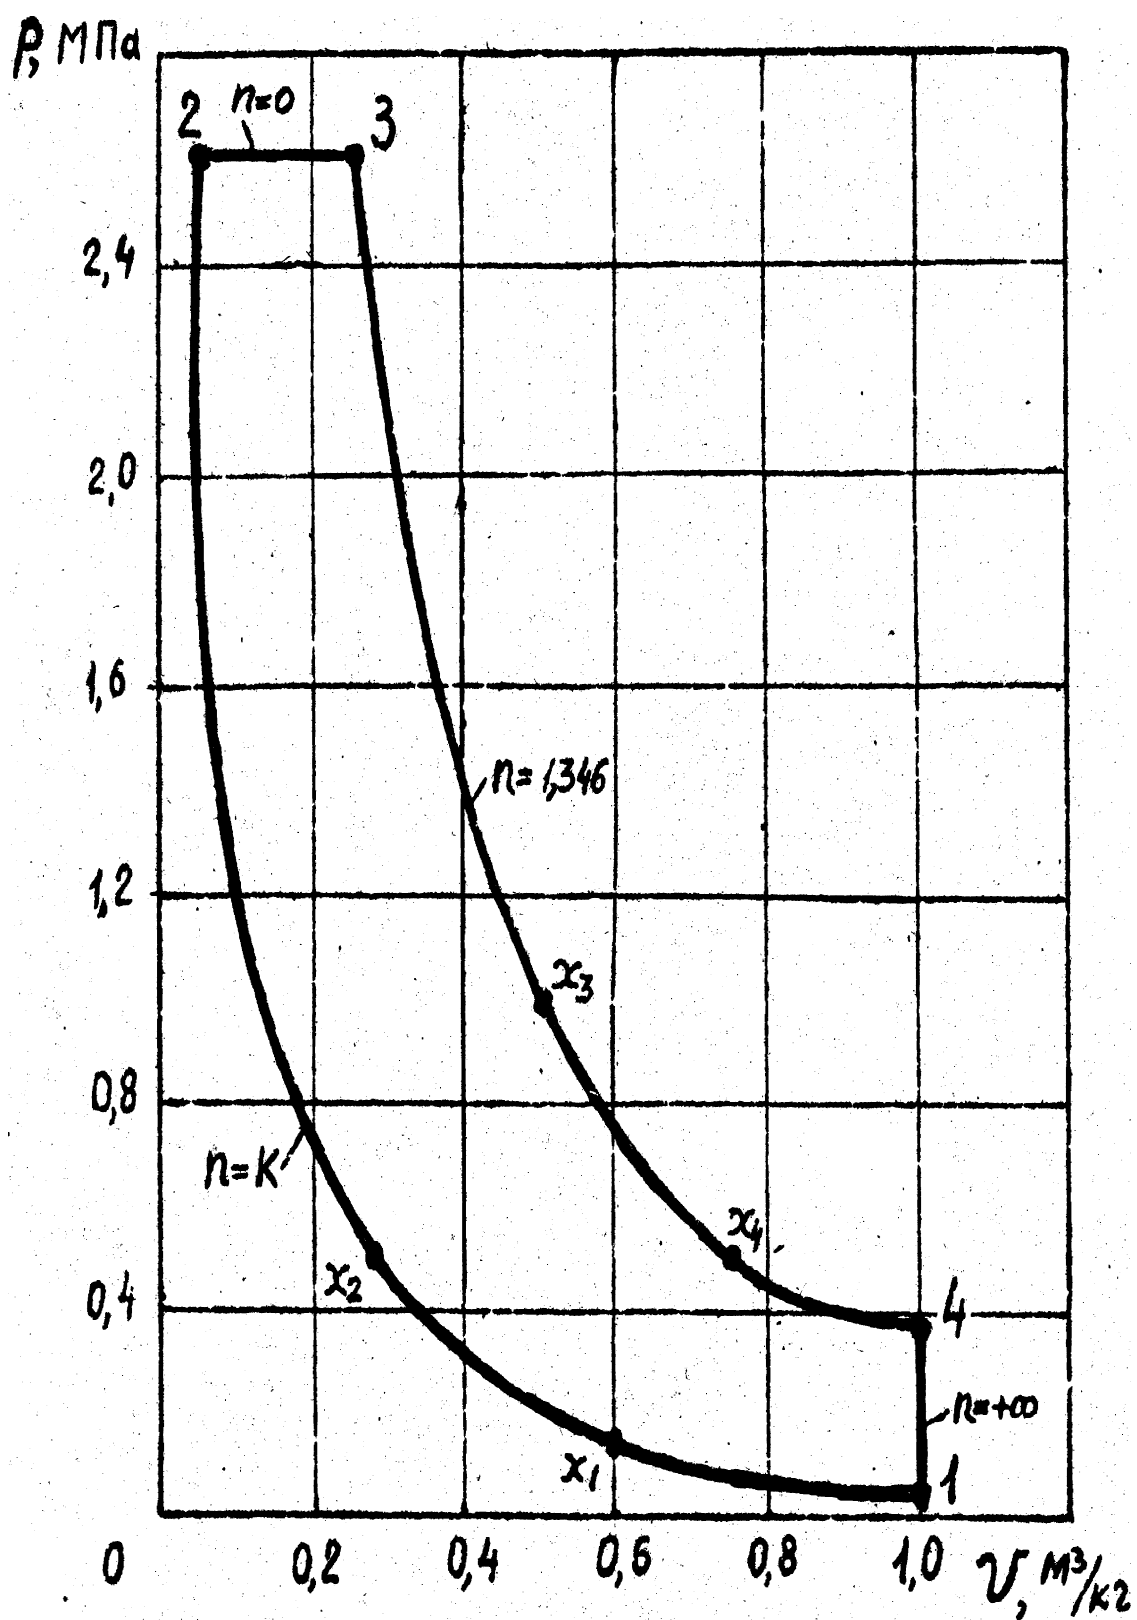
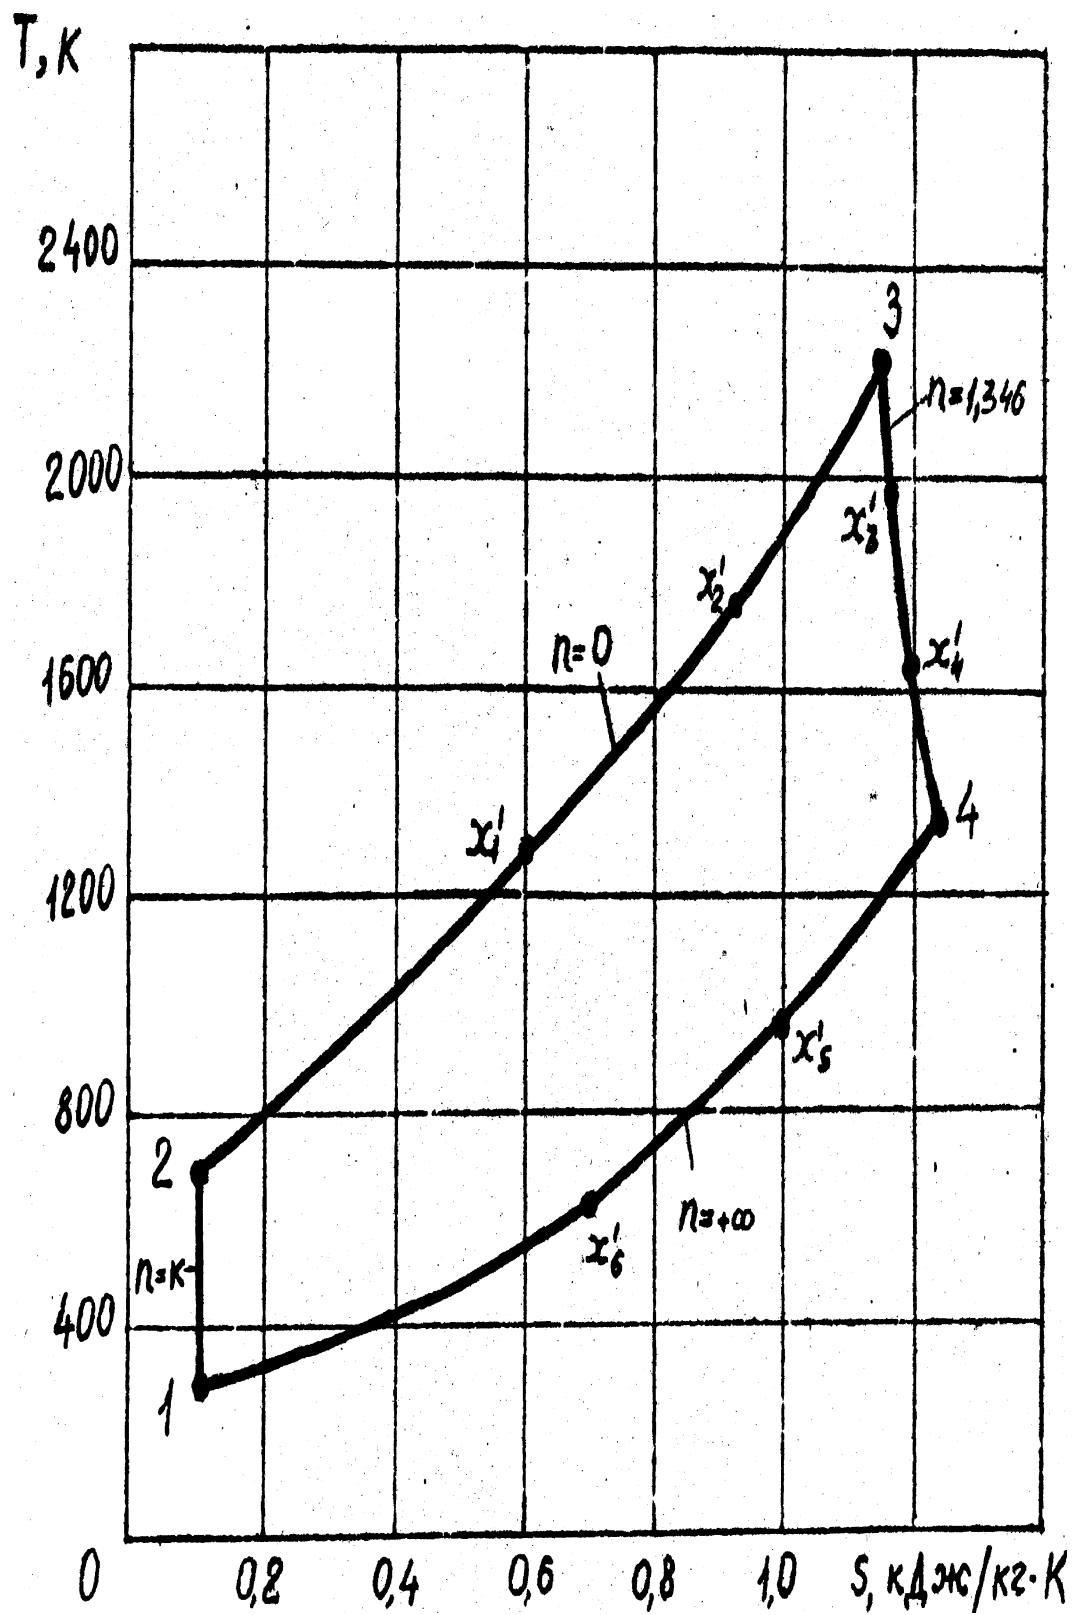

Рис.2.1. Рабочая диаграмма цикла.
Рис. 2.2. Тепловая диаграмма цикла
Результаты расчета вносятся в бланк задания и по ним строятся в соответствующем масштабе рабочая p - v (рис.2.1) и тепловая T - s (рис.2.2) диаграммы рассчитанного термодинамического цикла.
3. Построение рабочей ($p-v$) и тепловой ($T-s$) диаграмм цикла. По вычисленным значениям параметров состояния воздуха в узловых и промежуточных точках цикла в масштабе строятся рабочая (рис.2.1.) и тепловая (рис.2.2.) диаграммы цикла.
- рабочую и тепловую диаграммы цикла (см. рис.2.1 и рис.2.2).